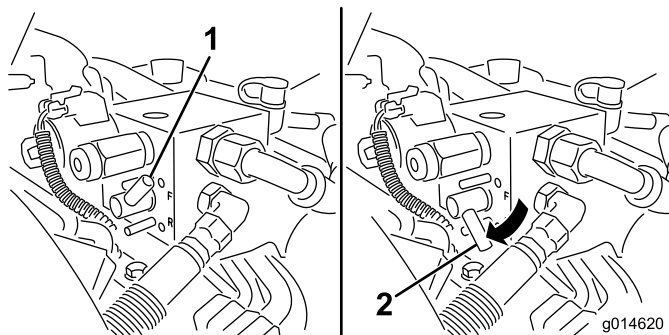

図 53
5. バックラップ・レバーを逆転 (R) 位置にセットする (図 53)。